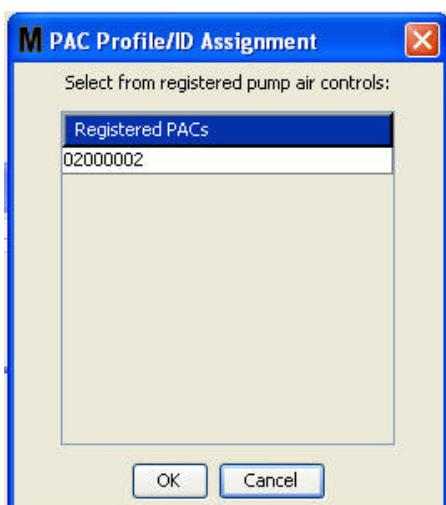

Рис. 114
4. После присвоения имени регулятору пневматического насоса нажмите кнопку «Link» [Связать]. Появится окно «Profile/ID Assignment» [Назначение идентификатора профилю] (Рис. 114). Из списка зарегистрированных регуляторов пневматических насосов выберите требуемый регулятор. Нажмите кнопку «OK» [OK], чтобы закрыть окно и сохранить изменения. Дополнительные сведения о регистрации см. в руководстве пользователя регулятора пневматического насоса. Также предоставлены инструкции в «Приложении А» данного руководства, раздел «Регистрация регулятора пневматического насоса» на стр. 163.